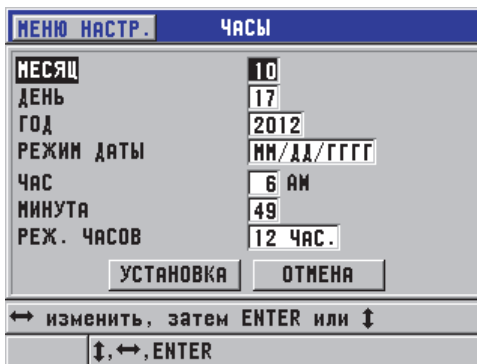

Рис. 4-3 Экран ЧАСЫ
3. В окне **ЧАСЫ** (см. Рис. 4-3 на стр. 55) установите текущее время и дату.